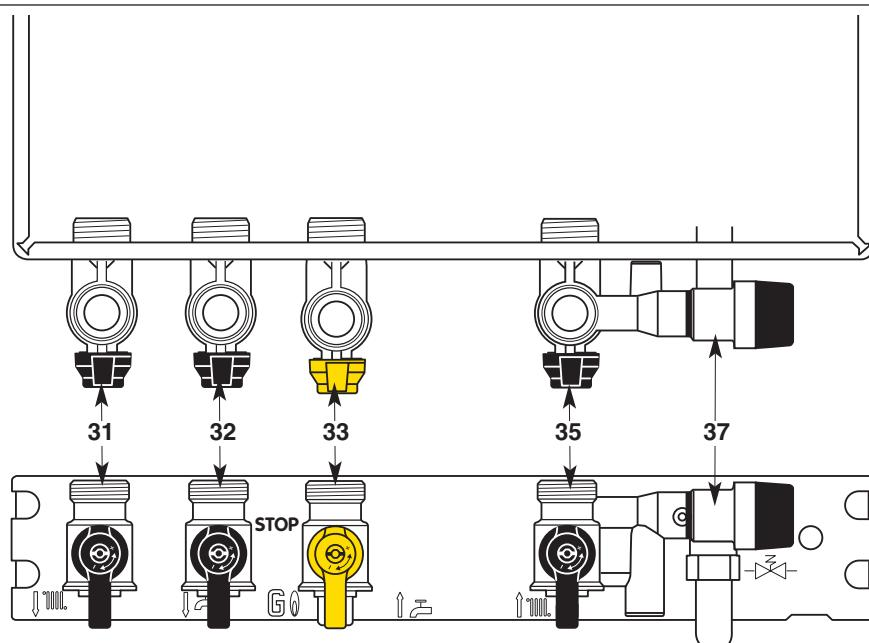

Fig. 22- Vooraanzicht en onderaanzicht
Kraanblok (fig. 22)
- Zet de gastoekoerkraan 33 (fig. 22), open op stand «  ».
- Draai de gastoekoerkraan dicht door middel van kraan 33 (fig. 22), op «STOP».
In sommige gevallen is het mogelijk dat de buizen lichtjes opwarmen (en eventueel ook een radiator) na opwarming van het warm water. Om dit te vermijden, de vertrekkraan van de verwarming 31 (fig. 22)